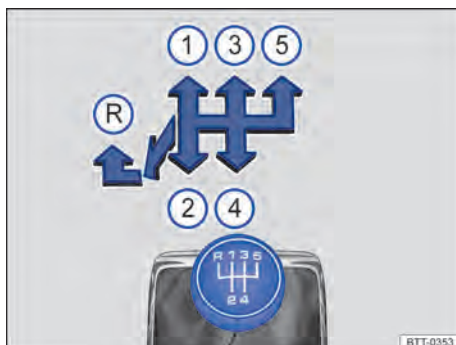

Fig. 82 Esquema de troca de marchas da transmissão manual de 5 marchas.
As posições de cada marcha estão representadas na alavanca de troca de marcha → Fig. 82.
- Empurrar a alavanca de troca de marcha totalmente para a esquerda e depois para frente até a posição da marcha a ré → Fig. 82 Ⓜ.